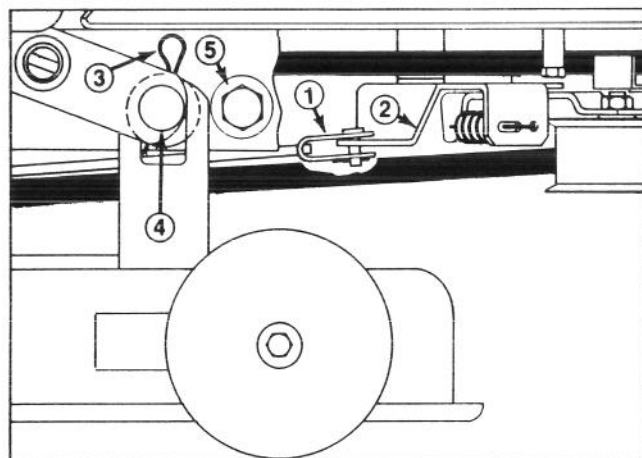

Abbildung 17
9. Den das Deckbremsgestänge am Mittläuferprofil absichernden Splint und Gabelkopfstift entfernen (Abb. 17).
10. Die das Mäherdeck an den Montagestiften absichernden zwei (2) Haarnadel-Splints und Unterlegscheiben entfernen (Abb. 17). Das Mäherdeck fassen und zur Seite schieben, bis es sich von den Stiften freimacht; dann vorwärts schieben, bis die vorderen Montageprofile nach unten fallen.
5. Die die Deckanschlöße an beiden Seiten des Mäherchassis absichernden Kopfschrauben, Halterungen und Gegenmuttern entfernen (Abb. 17). Das Mäherdeck zur Entspannung des Treibriemens nach hinten schieben.